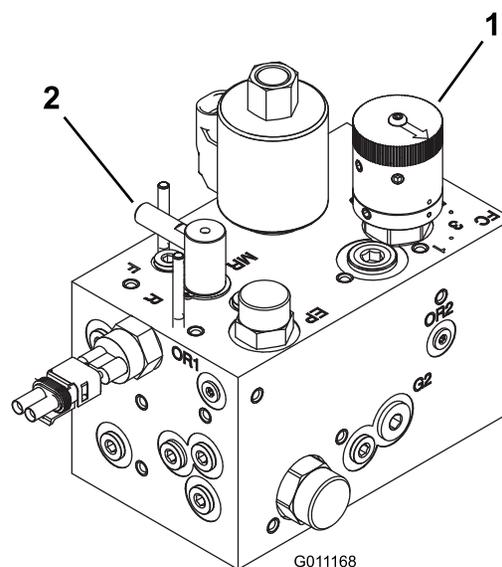

Рисунок 76
3. Поверните регулятор обратного вращения в положение обратного вращения (R). Поверните регулятор скорости барабана в положение 1 (Рисунок 76).